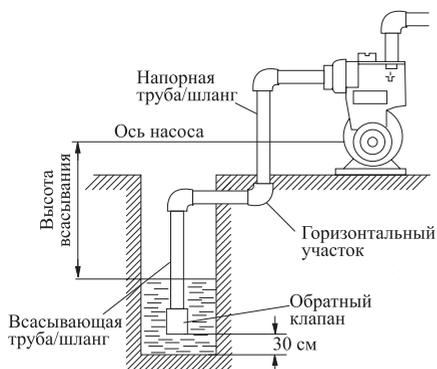

рис. 2
3.4 Присоедините к входному отверстию всасывающую трубу (шланг) и опустите её в воду, как показано на рис.2.
Внимание! Для оптимальной работы станции на всасывающую трубу необходимо установить обратный клапан (не входит в комплект поставки) (рис.2).